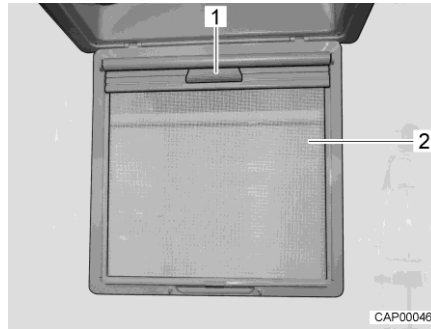

Fig. 62 Persiana oscurecedora enrollable
- Plegar hacia abajo la protección contra insectos (Fig. 62,2).
- Tirar de la persiana oscurecedora enrollable hacia abajo con el tirador (Fig. 62,1) hasta que encaje en el lado opuesto.
- Desenganchar la persiana oscurecedora enrollable por el tirador (Fig. 62,1) y regresar la misma lentamente a su posición inicial.
- Plegar hacia arriba la protección contra insectos (Fig. 62,2) hasta que engatille.